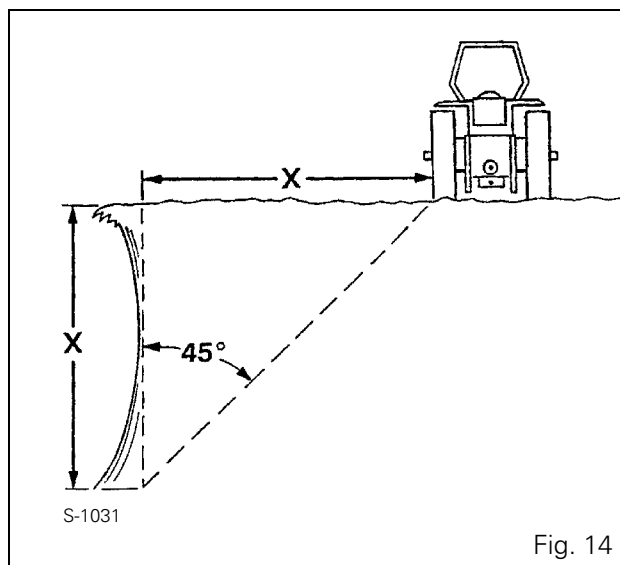

Fig. 14
Fig. 14: No se debe trabajar cerca del borde de riberas o taludes. La distancia hasta el borde debe ser igual o superior a la altura del talud para evitar el hundimiento.
- Si fuera posible, evitar pasar por pendientes abruptas. En caso contrario, evitar los agujeros o los socavones del terreno en los descensos. Evitar los tocones, las piedras, los montículos o las zonas elevadas en los ascensos. Mantener siempre el tractor detrás de la línea de marcado cuando se trabaje cerca de zanjas o terraplenes (Fig. 14). Evitar las cunetas, los terraplenes y las riberas de los ríos que pudieran ceder.